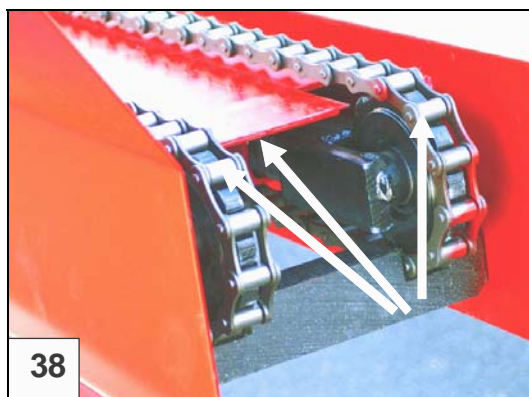

Bild 38. Transportörkedjor
7.16 Transportörkedjor, bild 38